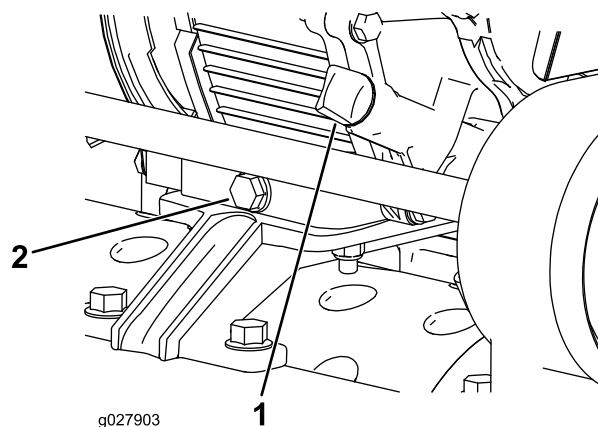

Figura 23
1. Coloque a máquina de maneira a que o motor esteja nivelado e limpe a área à volta do medidor do nível de óleo (Figura 23).
2. Coloque um recipiente de drenagem na traseira da máquina, debaixo do tampão de escoamento (Figura 23).